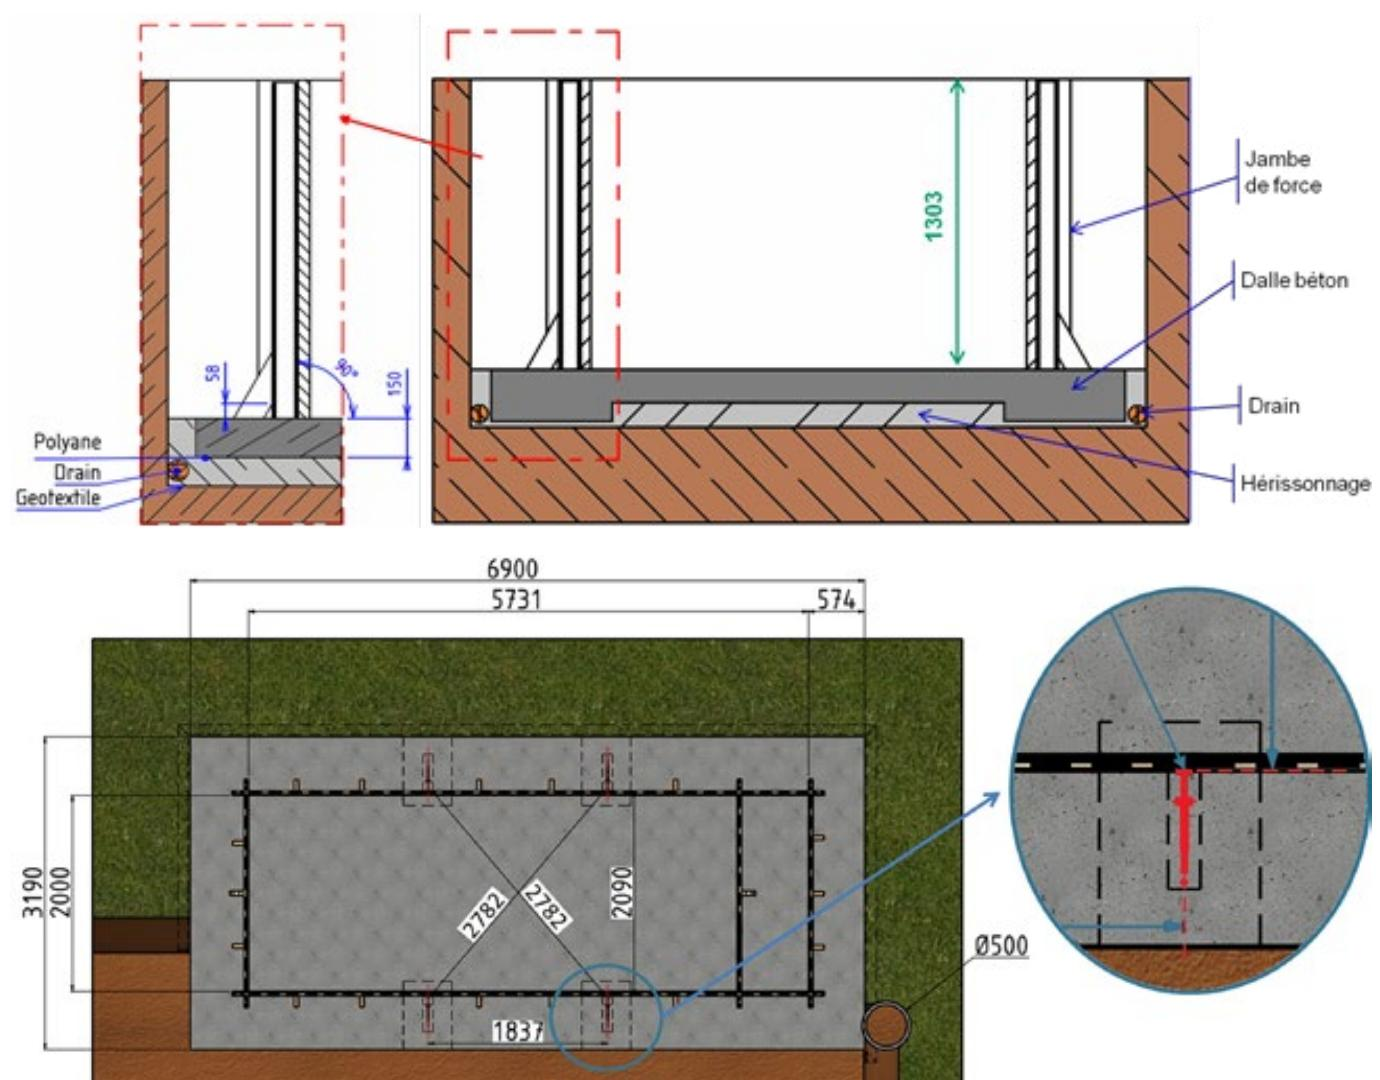

Figure 4 – Positionnement des jambes de force
**ASTUCE :** Vous pouvez utiliser les jambes de force pour matérialiser la hauteur que devra avoir votre dalle de béton une fois achevée. Pour cela, en prenant comme niveau 0 l'arase de votre piscine (dessous des margelles, voir *Figure 4*, mesurer 1,303 m et tracer un trait à cette cote sur le devant de la jambe de force. Ce trait correspondra à la valeur finie de votre dalle béton.
! Vérifier que l'ensemble des cotes de la *Figure 4* sont respectées avant de passer à l'étape suivante.